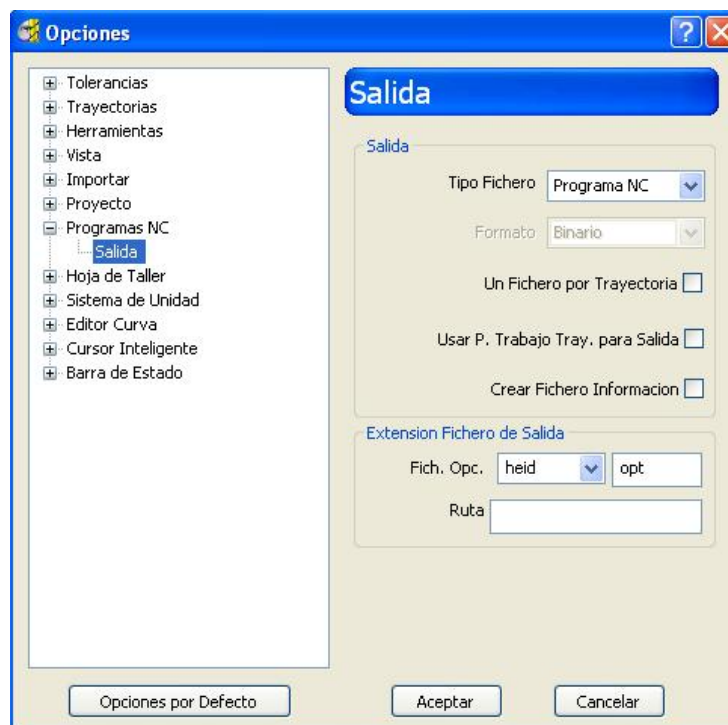

Figura 2.237 Cuadro de diálogo Opciones.
- En el cuadro de diálogo Programa NC, hacer clic en el botón Opciones . Aparece el cuadro de diálogo Opciones (Figura 2.237).